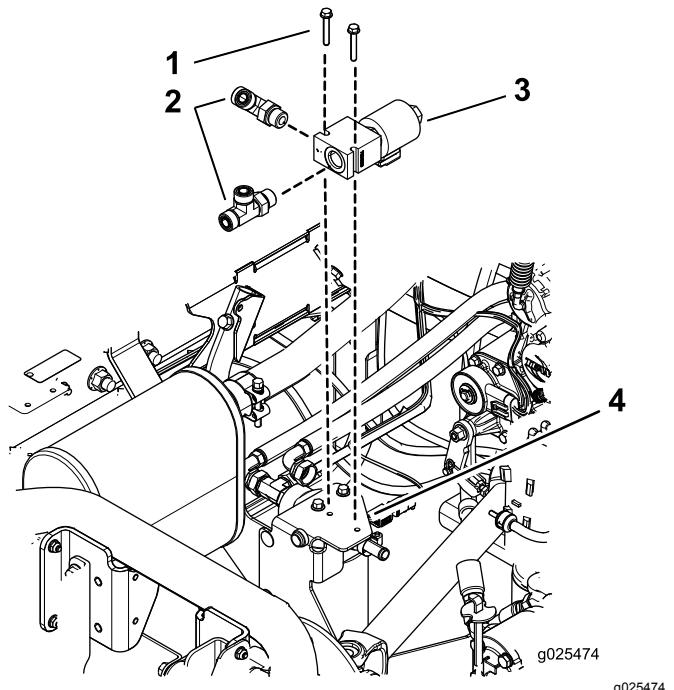

Figura 8
1. Instale provisionalmente el acoplamiento en T en el distribuidor (Figura 8).
2. Monte el distribuidor en el soporte del bastidor con 2 pernos con arandela prensada ($\frac{1}{4}$ " x $1\frac{1}{8}), como se muestra en la Figura 8.$